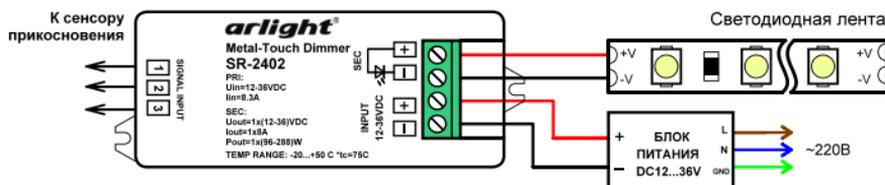

Рис.1. Схема подключения.
- 3.3. Подключите светодиодную ленту к выходу датчика (Рис.1.). Соблюдайте полярность.